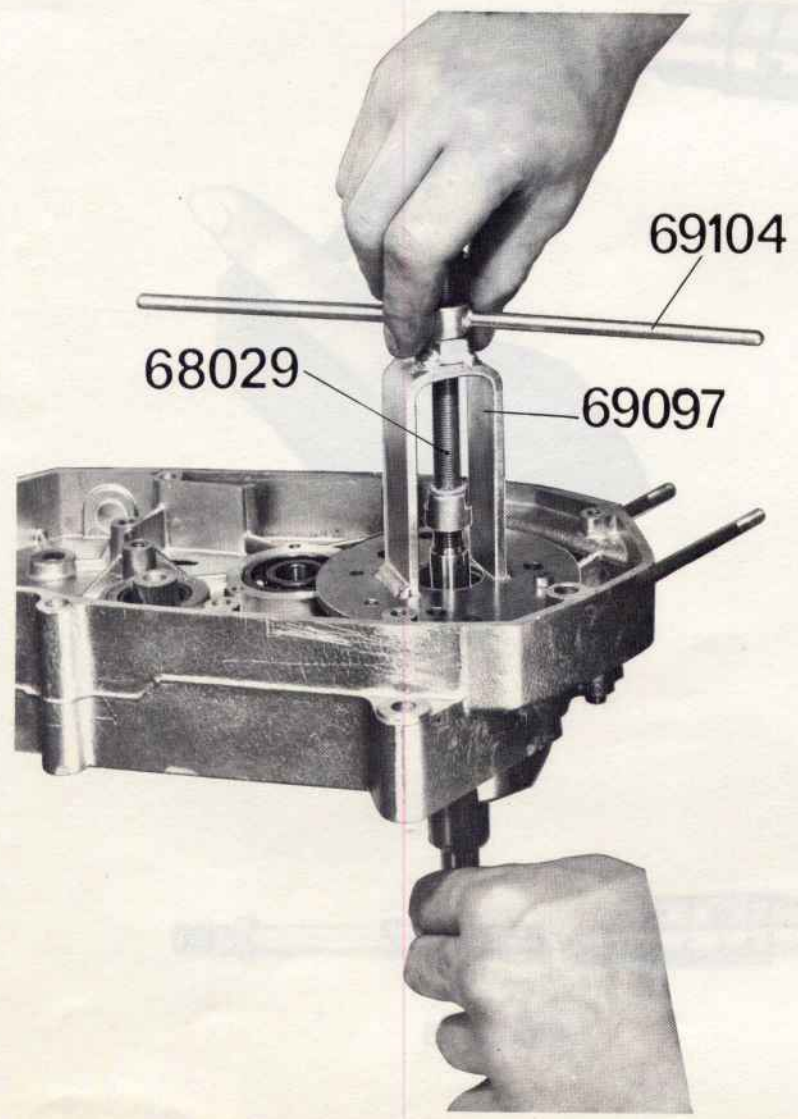

Figure 42
- Le palier avec joint étant en position, placer l'outil n° 69097 contre ce palier (figure 42).
- Visser l'écrou à broche n° 69104 jusqu'à ce que le vilebrequin soit à fond dans le carter (figure 42). Attention à la position de la bielle, contact possible avec le carter.